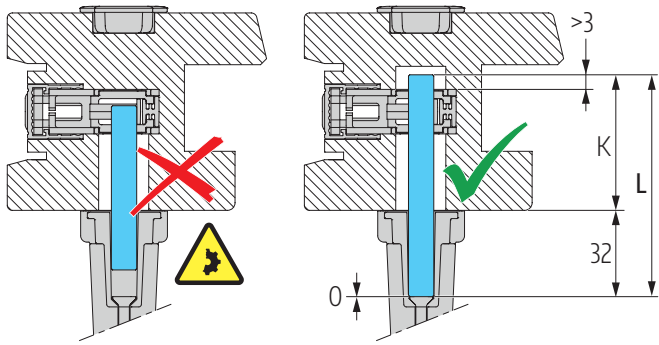
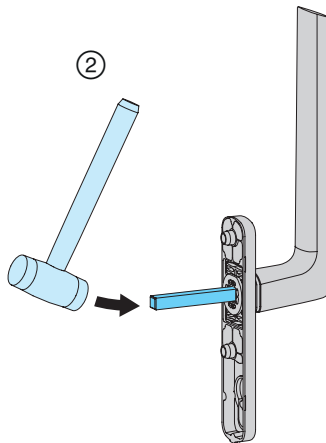
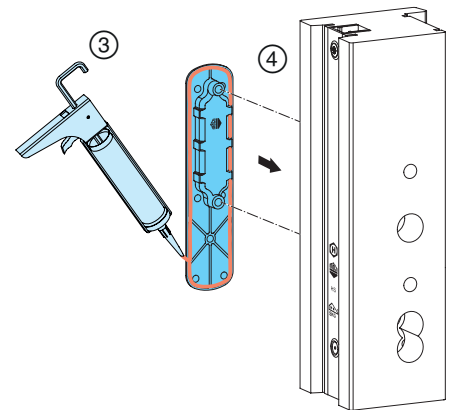

Abb. 37
Abb. 39
Abb. 40
- ② Vierkant mit Schonhammer in Rastbuchse der Griffrosette einschlagen; **Abb. 39.** (**Abb. 37** beachten).
- ③ Muschelgriff mit Silikon umlaufend abdichten und
- ④ in Flügel ausfräsung positionieren; **Abb. 40.**